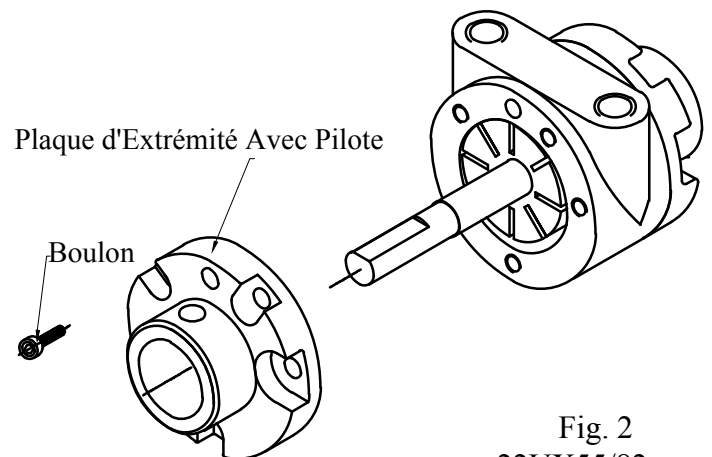

Fig. 2
- Retirez le plateau final du drive. Reportez-vous sur la figure .2.